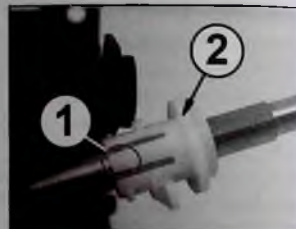

Рис. 31
7. Освобождают фиксатор (1 на рис. 31) бушинга (2) и снимают его. Перемещают вал от себя, вынимают ближнюю сторону из посадочного отверстия и снимают вал транспорта бумаги из узла.